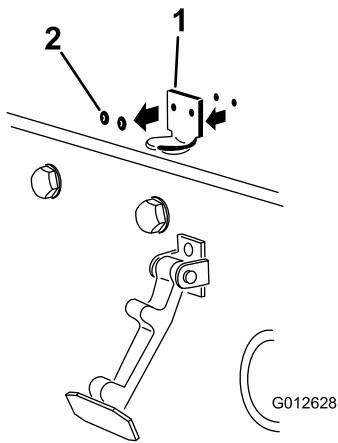

Bild 34
2. Entfernen Sie die zwei Nieten, mit denen die Halterung des Motorhaubenriegels an der Motorhaube befestigt ist (Bild 34).
Hinweis: Die Riegelhalterung muss an der Haube anliegen (Bild 34).